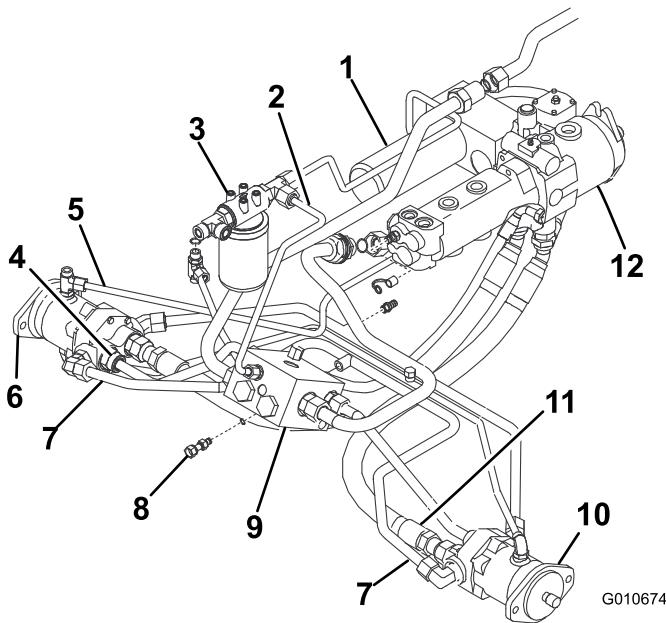

Figura 3
9. Remova e elimine o tubo hidráulico que vai do coletor 4-WD ao motor da roda direita da frente (Figura 3, chamada 4).